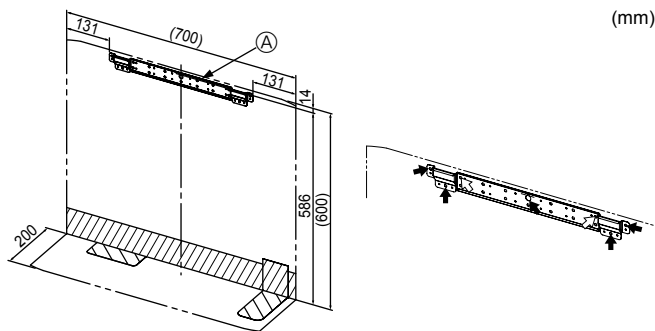

Fig. 3-1
- Τοποθετήστε τη βάση σε ένα σταθερό δομικό στοιχείο του τοίχου (δοκάρια κτλ.). (Fig. 3-1)